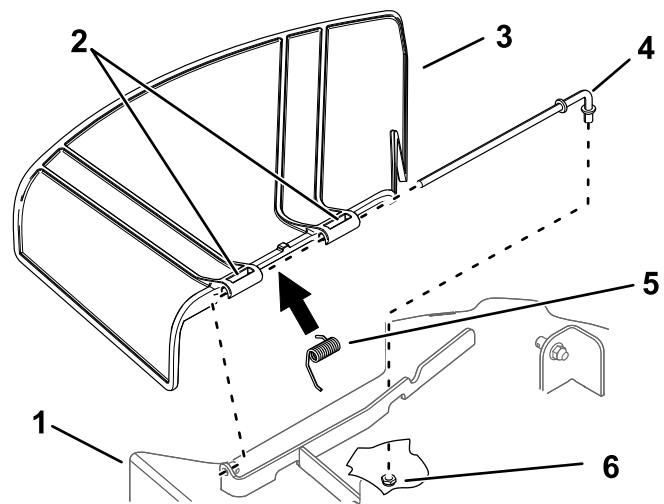

Figura 78
1. Retire la tuerca ($\frac{3}{8}$ ") de la varilla debajo del cortacésped (Figura 78).
2. Retire la varilla del soporte de la carcasa, del muelle y del deflector de hierba (Figura 78).
4. Instale el deflector de hierba nuevo (Figura 78).
7. Deslice la varilla a través del segundo pivote del deflector de hierba (Figura 78).
9. Sujete el extremo trasero de la varilla en el cortacésped con una tuerca ($\frac{3}{8}$ "), como se muestra en la Figura 78.